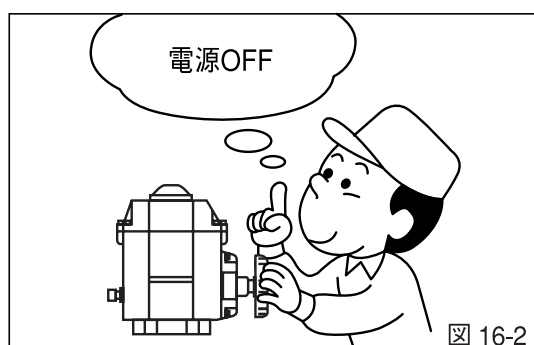

図 16-2
- 配管後の注意事項：電動式のバルブにおいて、手動ハンドルで操作する場合、元の電源を切ってから作業を行ってください。また、復帰後は差し込みレバーを取除いてから主電源を入れてください。（図16-2）